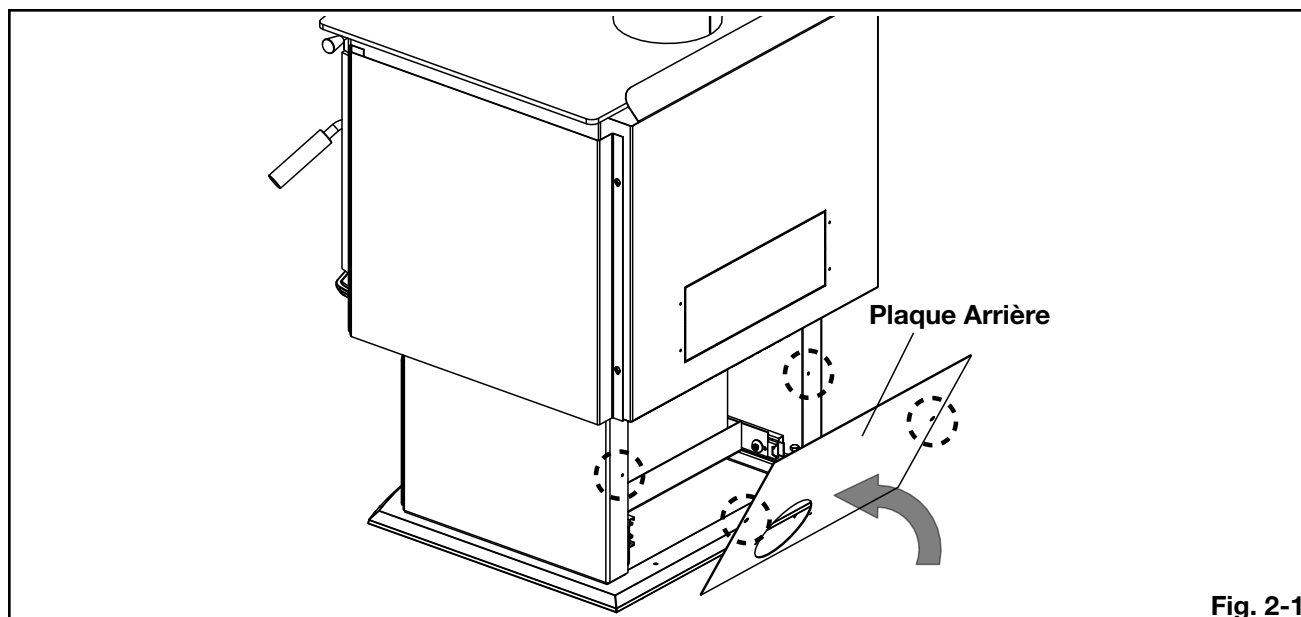

Fig. 2-1
1. Placez la plaque arrière en position, en assurant que les trous dans la plaque arrière sont alignés avec les trous dans l'appareil (**Fig. 2-1**).